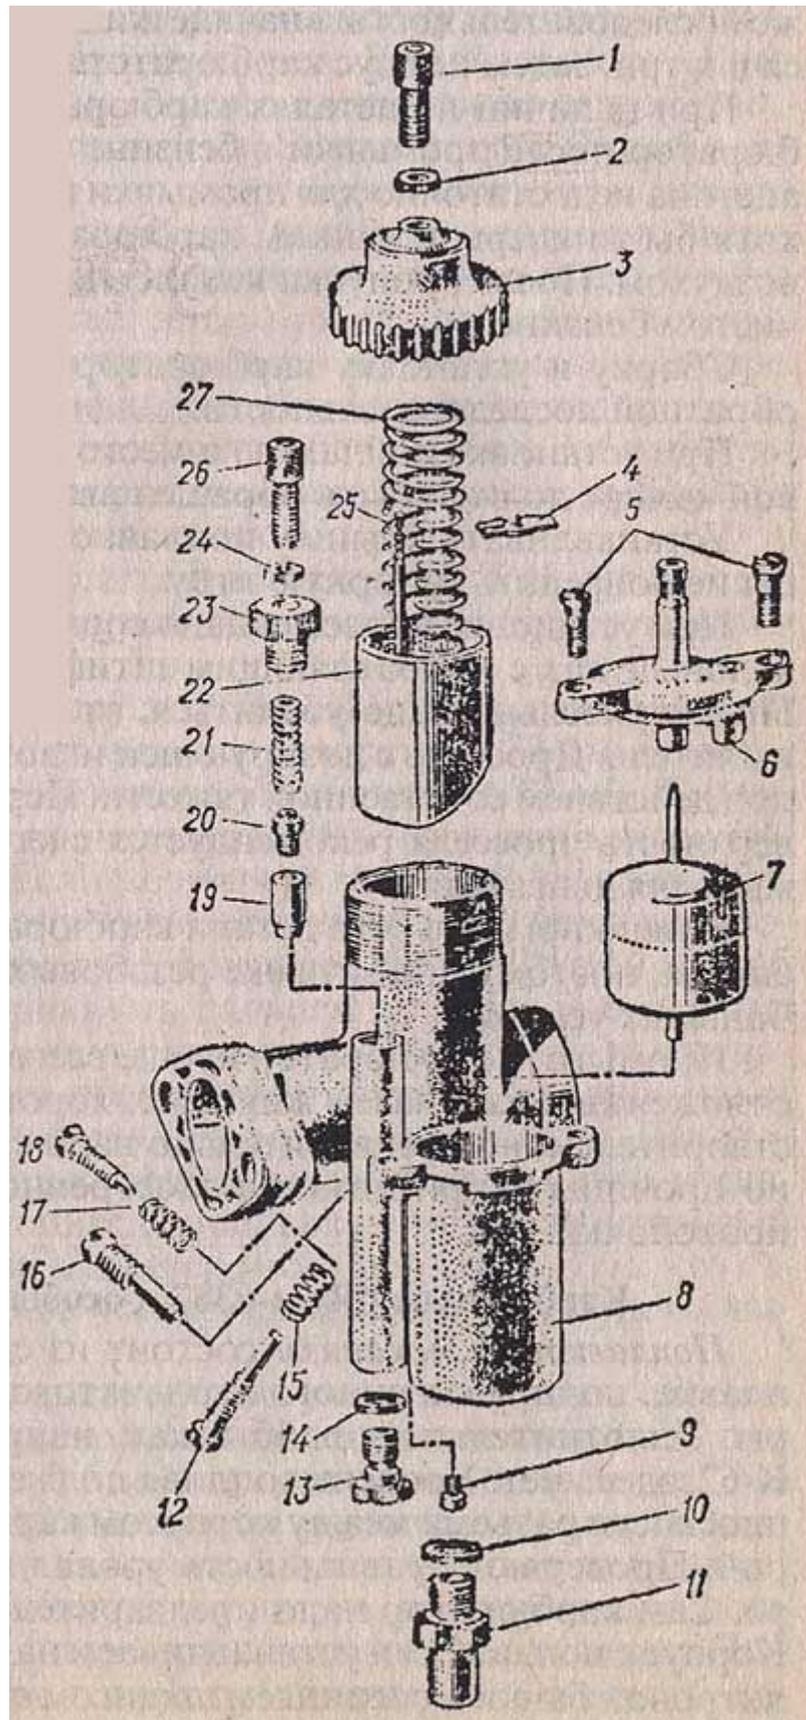

Рис. 76. Детали карбюратора Йиков 2926СД:
1. Отвинтить крышку 3 (рис. 76) золотникового колодца (если она была завернута после снятия карбюратора), вынуть пружину 27 и дроссельный золотник основного карбюратора с дозирующей иглой 25; у карбюратора "Йиков" 2926СД вывинтить крышку 23 пускового карбюратора и вынуть пружину 21 и дроссельный золотник пускового карбюратора 19 с фиксатором 20 троса.